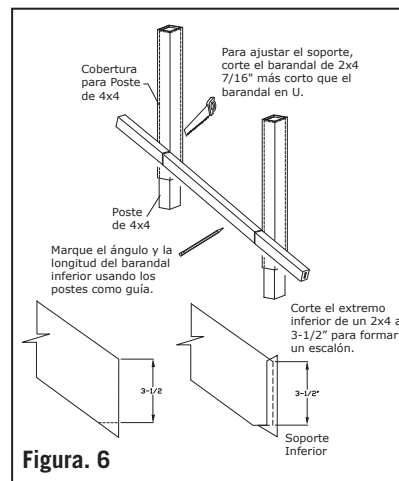

Figura 6
Paso 12(a): Usando un soporte de 2x4 como plantilla, marque las posiciones de los tornillos en el poste y perfore previamente con una broca de 1/8". (Figura 6). Fije el soporte al poste con dos tornillos de 2" de longitud. Repita las marcas y la perforación previa de la cobertura del poste para el otro extremo. Instale el barandal superior en los soportes y perfore previamente los seis orificios con una broca de 1/8". Asegure el barandal en su lugar con seis tornillos de 1". **¡Nota! En aplicaciones donde el barandal esté conectado a un poste de esquina, perfore previamente y atornille un tornillo de cabeza cónica de 1-1/2" a un ángulo de 45° hacia abajo a través del extremo del 2x4 y el soporte en el poste.**
Paso 4: Mida la distancia entre las coberturas de poste instaladas para determinar la longitud de los barandales superior e inferior (Figuras 4a y 4b). **¡Nota! Corte el barandal interior y el barandal en U a la medida de la separación entre postes. Para ajustarse al grosor de los soportes, corte los barandales de 2x4 7/16" menos que la separación entre los postes.** Corte los barandales a la longitud y ángulo requeridos (Figura 6).
Paso 6: El extremo inferior de los barandales de 2x4 requiere un segundo corte perpendicular al primero para ajustarse al borde en el soporte de 2x4. Mida 3-1/2" a partir de la parte superior del barandal y marque. Corte la parte que se extiende por debajo de la marca de 3-1/2" (Figura 6). Coloque el barandal inferior de 2x4 entre los postes.
Paso 10(a): Usando un soporte de 2x4 como plantilla, marque las posiciones de los tornillos para el barandal superior en el poste inferior y perfore previamente con una broca de 1/8". Fije con tornillos de 2" (Figura 6). Repita el marcado y perforación previa de la cobertura de poste usando un soporte de 2x4 para escalera en el poste superior. Instale el barandal superior en los soportes y perfore los seis agujeros con una broca de 1/8". Coloque el barandal en su lugar con seis tornillos de 1".